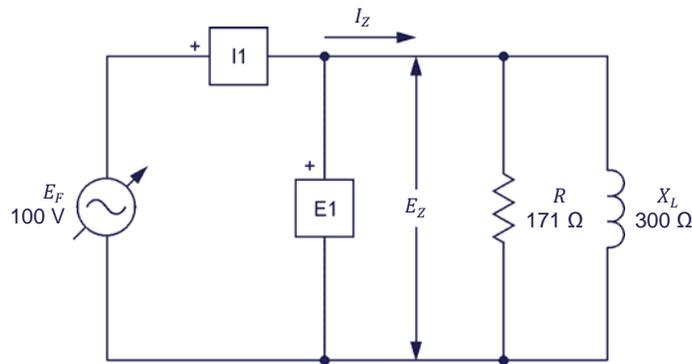

Figura 2-21. Circuito ca con un resistor y un inductor en paralelo.
46. Monte el circuito mostrado en la figura 2-21.